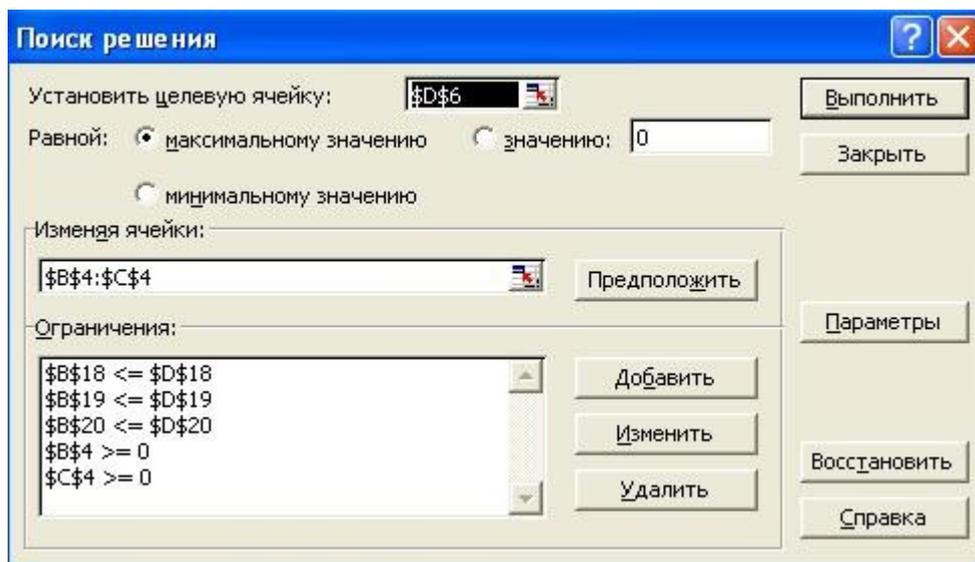

Рисунок 5
Дальнейшие действия производятся в окне «Поиск решения», которое вызывается из меню «Сервис» (рис.5):
- В соответствии с условием задачи (1) выбрать в поле знака необходимый знак, например, \leq .
Окно «Поиск решения» после ввода всех необходимых данных задачи (1) представлено на рис. 5.
Если при вводе условия задачи возникает необходимость в изменении или удалении внесенных ограничений или граничных условий, то это делают, нажав кнопки «Изменить» или «Удалить» (см. рис. 5).